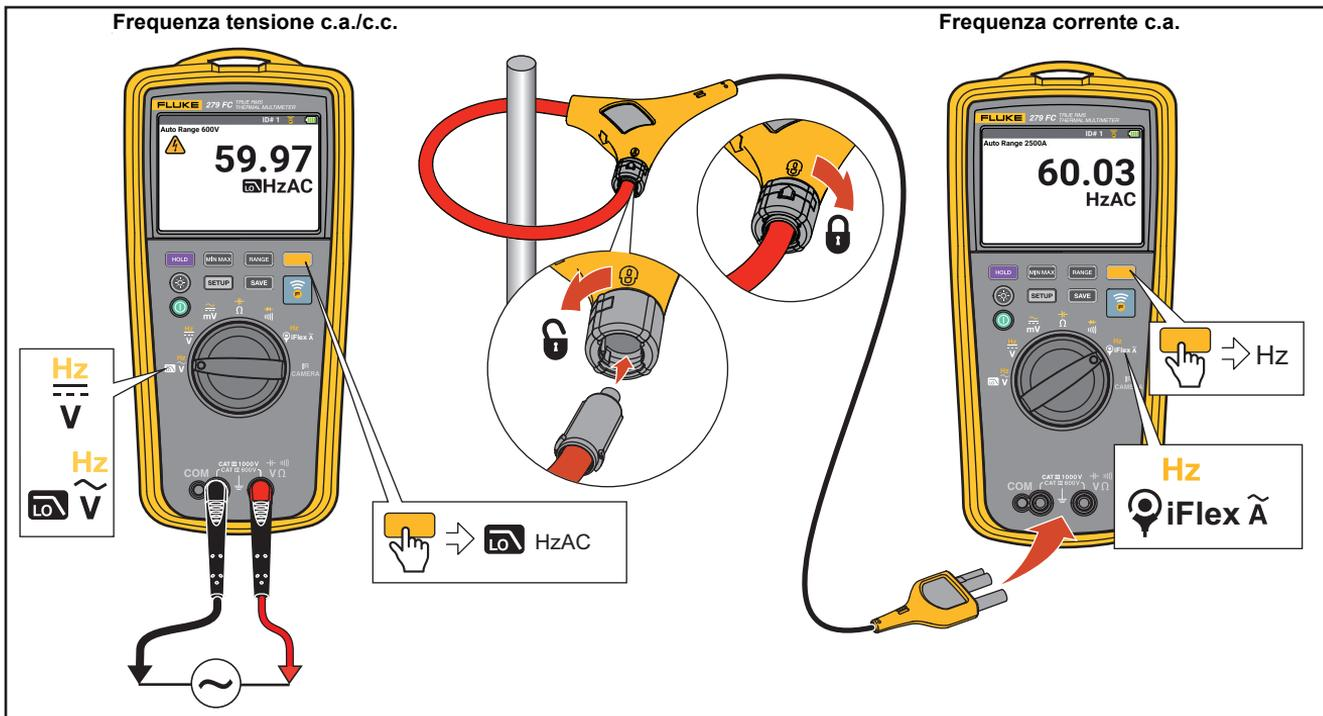

Figura 12. Misura di frequenza
- Misure di frequenza. Vedere la Figura 12.
Assicurarsi di utilizzare l'accessorio corretto per il tipo di misurazione. Vedere la Figura 12.